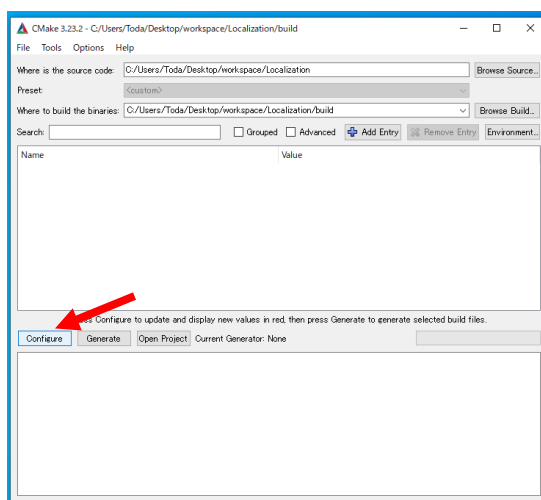
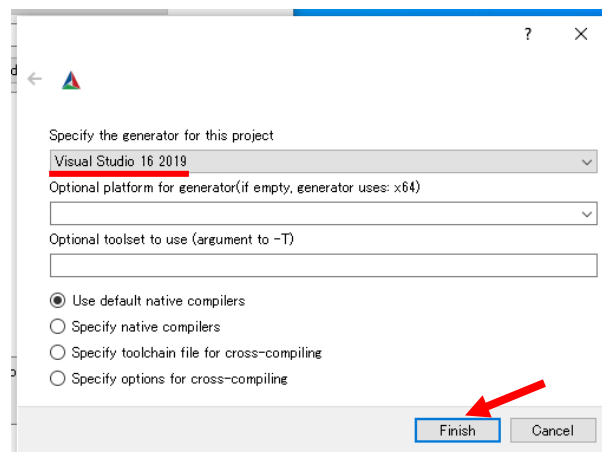

図 15 [Configure] ボタンの位置
図 16 [Specify the generator for this project]の項目から、自身の PC で有効な[Visual Studio]を選択する
- ⑦ 図 15 のように[CMake]ウィンドウ画面下方の[Configure]をクリックし, 図 16 のように[Specify the generator for this project]の項目から, 自身の PC で有効な[Visual Studio]を選択し, [Finish]をクリックする.